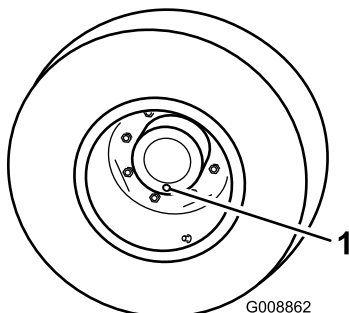

Figura 72
1. Coloque la máquina en una superficie nivelada, y coloque una rueda de manera que uno de los tapones de verificación esté en la posición más baja (posición de las 6) (Figura 72).